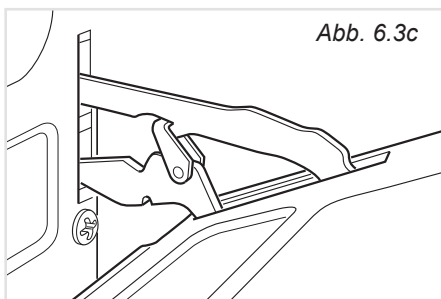

Abb. 6.3c
- Ofentür anheben. Die Kerbe des unteren Scharnierteils löst sich aus der Raste (abb. 6.3c).